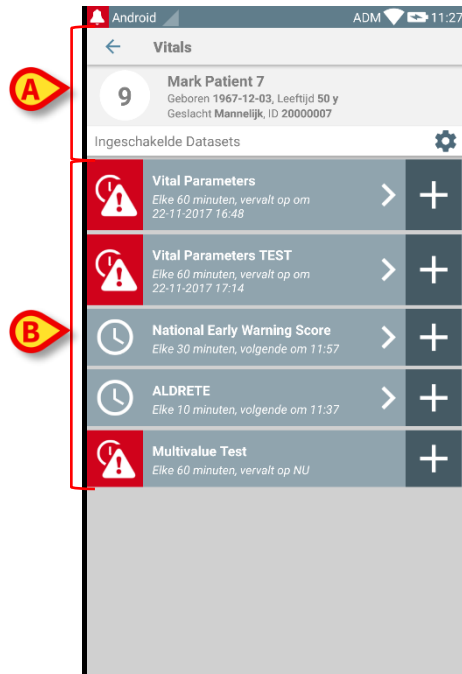

Fig 60
- Druk op een tegel om naar de lijst met de geactiveerde datasets van de bijbehorende patiënt te gaan (Fig 60).
Het scherm met de lijst met datasets bestaat uit twee delen: een titelgedeelte (Fig 60 **A**) en de lijst met datasets (Fig 60 **B**)